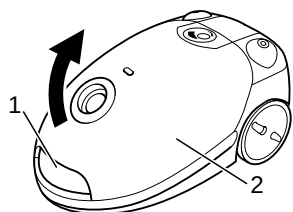

Abb. 18
1. Öffnen Sie den Staubraumdeckel (Abb. 18/2), indem Sie ihn mit der Entriegelungstaste (Abb. 18/1) aufklappen.